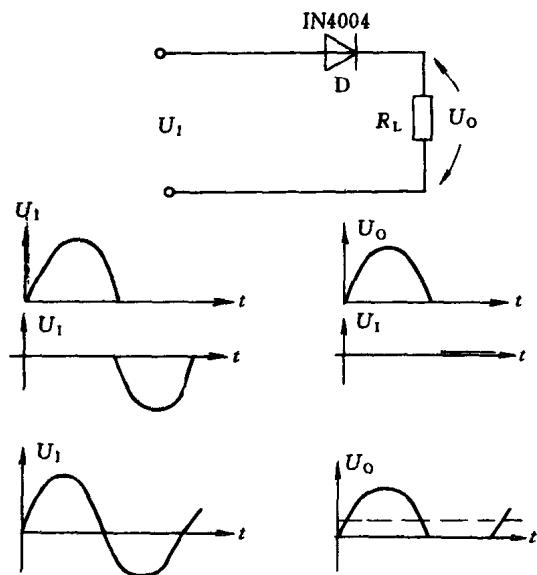

图 1-7 半波整流电路及波形
(1) 半波整流电路 电路及波形如图 1-7 所示。交流电压是随时间变化的。图 1-7 电路中二极管状态也随着交流电压的变化而变化，有时处于正向偏置而有时处于反向偏置，这样呈周期性变化。在交流电压的正半周，二极管正向偏置，通过负载而导电。在二极管导电期间，处于低阻状态，相当于开关闭合，正半周压降在负载上。在交流电压的负半周，二极管反向偏置而不导电。这期间二极管几乎接近开路，无电流流过负载，负载两端也无电压降。所以半波整流电路中二极管只在正半周交流电压下工作，它的输出电压只有输入交流电压的 0.45 倍，即